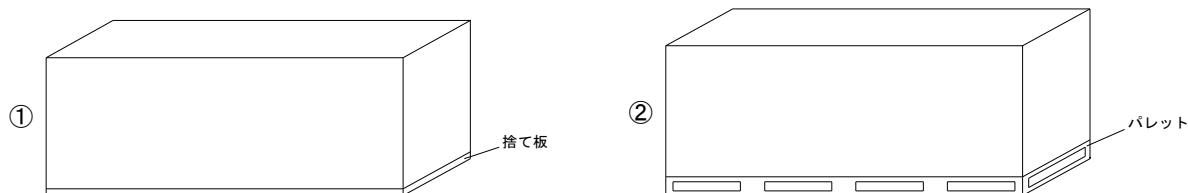

図1 THHT ネクスト保管概略図
- ・THHT ネクストの保管は、波打ちや反りを防止するため高さのそろった台上にボードの縁が台からはみ出ないようにしてください（図1参照）。また、各山の一番上のボードは裏面を上面とし、保管する場合は、必ずパレット積みとしてください。